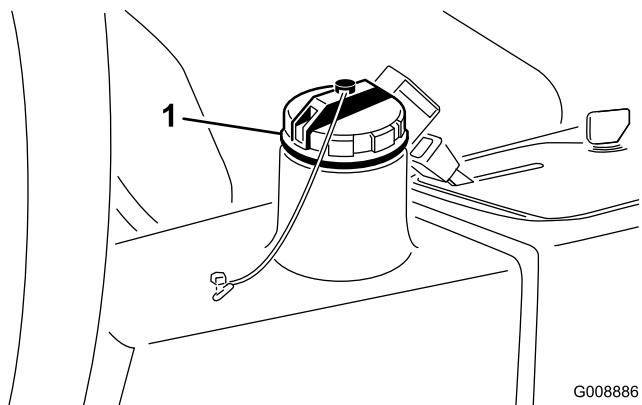

図 40
2. 油圧オイルタンクの注油口周辺をきれいに拭き、キャップ (図 40) を外す。